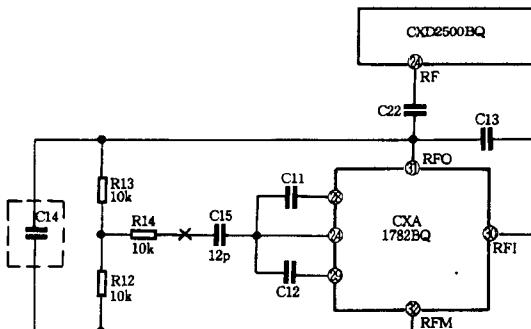

图 1 RF 产生及传输部分电路
首先是改善 VCD 解压卡电源供给；其次是改善位时钟(BCK)、左右声道时钟(LRCK)、串行数据(DATA)三个信号的质量(即加用万能接口卡)。为此采取下列措施：首先，该机变压器提供四组次级电压，其中一组线径最粗，整流滤波后产生 11V 左右电压。将原提供 +5V 电压给 VCD 解压板的 7805 的输入端线路板划断，用导线将其输入端接到该组 11V 电压上，通电试机，发现马赛克现象有明显好转，但有些碟片仍不能播放。接着剪断从 CXD2500BQ 输入端 VCD 解压板的位时钟、左右声道时钟和串行数据三根信号线，利用 EFM 单线接口卡接入电路，+5V 电源从主板接入，检查无误后，试机发现播放任何碟片均出现碟片旋转不停，不能读出数据的现象。检查 EFM、BCK、LRCK 和 DATA 信号电压均正常，使得维修无法进行下去。反复分析后，估计是 RF 信号强度不够，而 EFM 单线接口卡的接入进一步使 RF 信号分流变弱，使整个系统不能正常工作。于是参照资料，仔细查看 RF 产生及传输部分电路(如图 1 所示)，发现 CXA1782BQ③脚 RF 输出端与⑨脚之间的电容 C14 已被剪掉(可能是厂家维修时剪掉的)，并发现接在③与⑨脚之间的两个串联电阻中间与②脚之间接有电阻 R14 和电容 C15，估计它们的意义和 C14 差不多，也有可能引起 RF 信号的分流而减弱，试将其断开，再试机发现机子完全恢复正常。